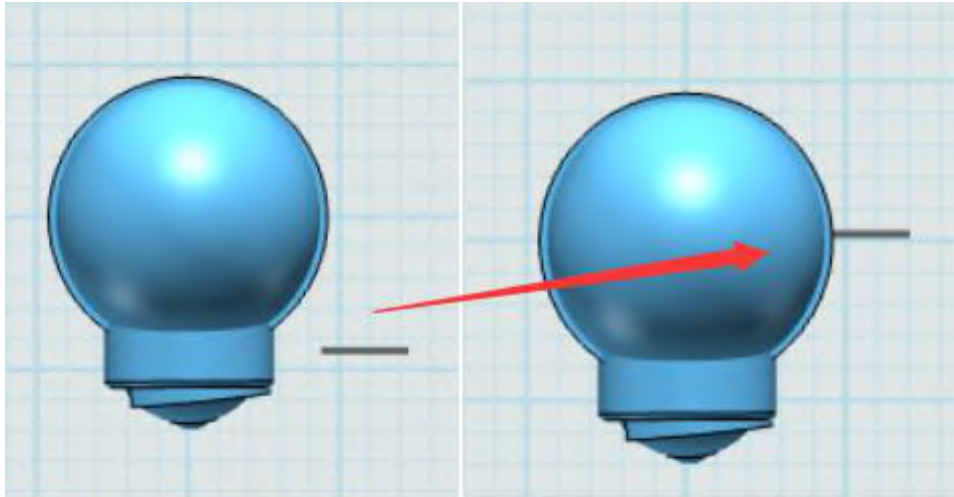

图 1-29
Step 29 点击上视图，若圆弧没有在圆柱体上，按住左键对圆弧进行移动操作，如下图 1-29 所示：